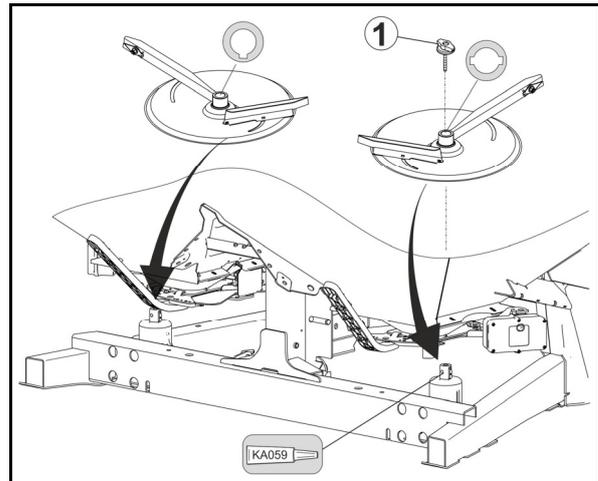

Fig. 54
1. Retirar la tuerca de mariposa (Fig. 54/1).